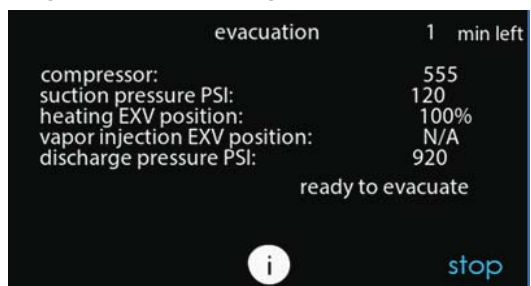

Fig. 25 – Écran d'état des capteurs
5. Dès que l'interface utilisateur indique que le détendeur électronique est ouvert, démarrez l'évacuation ou la récupération du frigorigène tel que requis par la procédure. La thermopompe peut être éteinte dès que l'unité extérieure indique « READY TO EVACUATE » (prêt à l'évacuation). Consultez la Fig. 25.